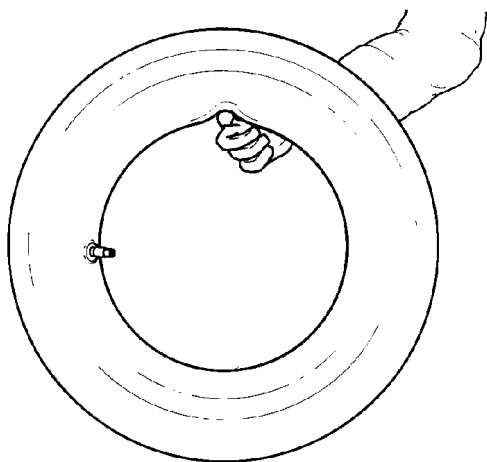

Fig.24
**C.** Hinche ligeramente el tubo: si lo toma con el dedo índice debe doblarse un poco (Fig. 24).